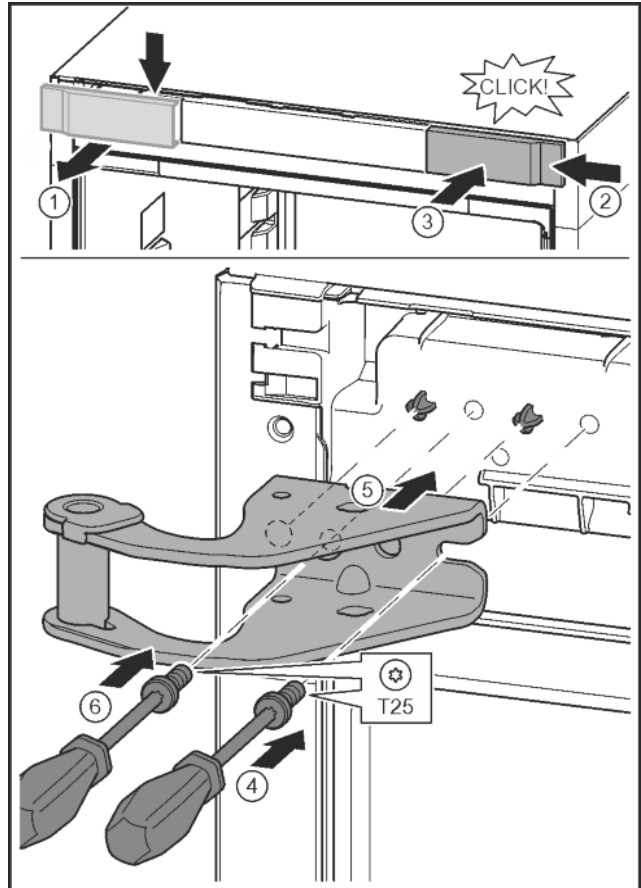

Fig. 13
- ▶ Atvienojiet pārsegu un noņemiet sāņus. Fig. 13 (1)
- ▶ Iekabiniet pārsegu, pagrieztu par 180°, otrajā pusē no labās puses. Fig. 13 (2)
- ▶ Nofiksējiet pārsegu. Fig. 13 (3)
- ▶ Ar skrūvgriezi T25 pielieciet skrūvi. Fig. 13 (4)
- ▶ Pielieciet augšējo gultņa balstu. Fig. 13 (5)
- ▶ Aizskrūvējiet skrūvi. Fig. 13 (4)
- ▶ Ar skrūvgriezi T25 ievietojiet un aizskrūvējiet skrūvi. Fig. 13 (6)